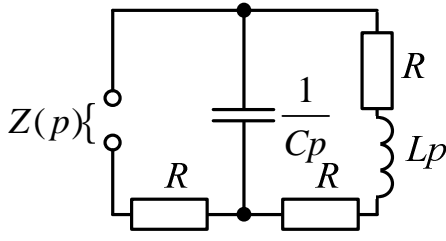

Рис. 3.14
1. Определим корни характеристического уравнения из схемы (рис. 3.14):